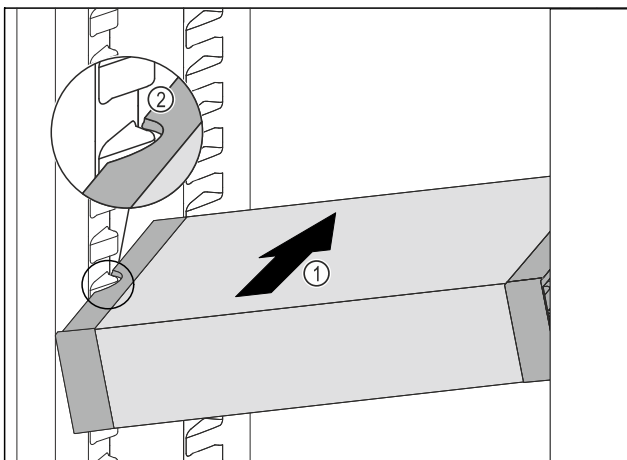

Fig. 92
- ▶ VarioSafe schräg in das Kühlteil einschieben Fig. 92 (1), bis sich die seitlichen Aussparungen Fig. 92 (2) des VarioSafes auf Höhe der Behälterrippe im Kühlteil befinden.